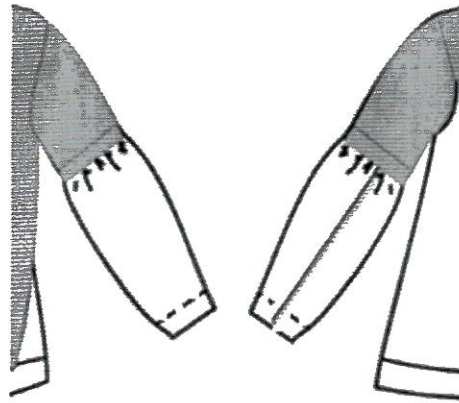

Рисунок 1 – Фрагмент свитшота. Обработка рукава
Второй этап: Моделирование фрагмента заданной модели «**Обработка рукава**» (стр. 7, рис. 1) в натуральную величину и изготовление лекал
Третий этап: Изготовление (пошив) образца фрагмента заданной модели (стр. 7, рис. 1) женского свитшота.
1) *Внешний вид фрагмента заданного изделия должен полностью соответствовать техническому рисунку модели и художественно-техническому описанию (стр. 3, табл.1) и рисунку фрагмента(стр. 7, рис. 1).*